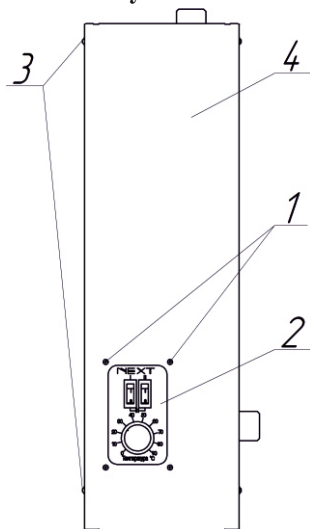

Рисунок 1
4.2 Для подключения прибора и ремонтно-профилактических работ необходимо снять кожух согласно рис.1. **Внимание!** Производить работы разрешается только при отключенном внешнем автоматическом выключателе! Для этого следует отвернуть самонарезающие винты 1 на лицевой стороне прибора, оставить панель управления 2 во внутреннем объеме прибора. После этого отвернуть самонарезающие винты 3 с боковых поверхностей кожуха 4 и снять кожух.